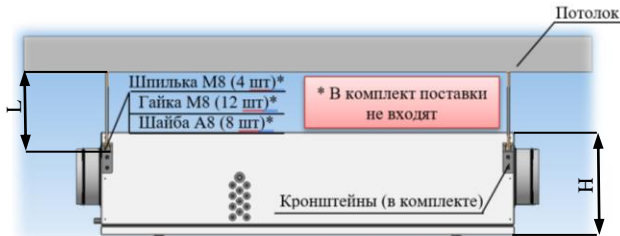

Рисунок 4 – Крепление подвесной установки AeroStart-EC-DX
Подвесить собранную установку при помощи шпилек через кронштейны согласно проектной документации. Ориентировочная длина шпильки (L) для крепления установки равна высоте установки (H). Крепление всех типоразмеров подвесных вентиляционных установок AeroStart-EC-DX производится согласно рис. 4 (*элементы крепления в комплект поставки не входят).